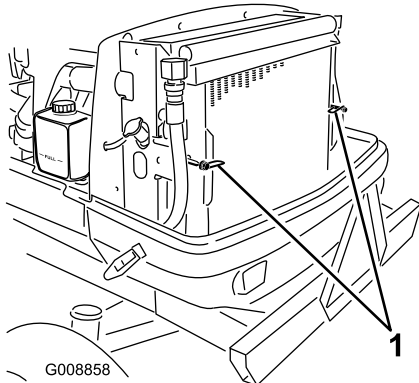

Figure 73
2. Tournez les verrous (Figure 73) qui fixent le refroidisseur d'huile au châssis.